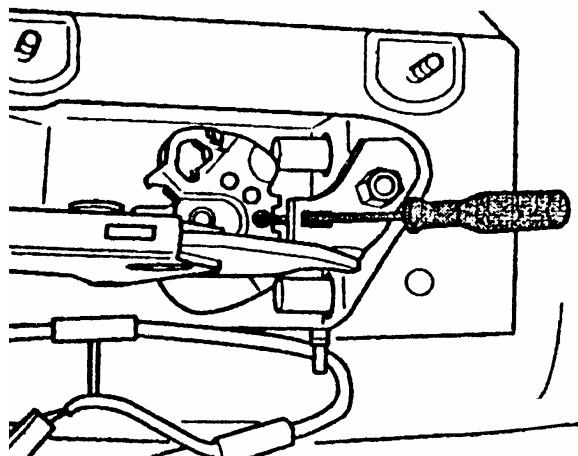

图 13-54 拆下补偿杆处塑料件
(1) 如图 13-54 所示, 拆下补偿杆处所有塑料件, 这些塑料件不要再装上。